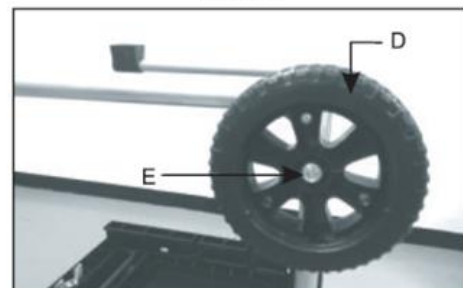

Fig.1C
4. Placer les roues (D) installer l'écrou (E) et le serrer à la main (Fig.1C).